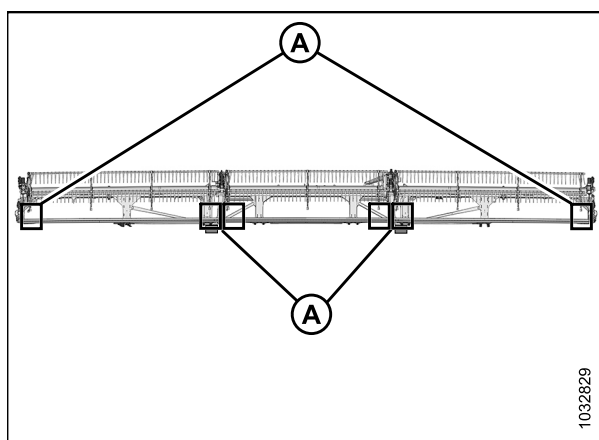

Рисунок 4.264: Расположение точек замера FlexDraper® — тройное мотовило
- Жатки со строенным мотовилом: Рис. 4.264, страница 450